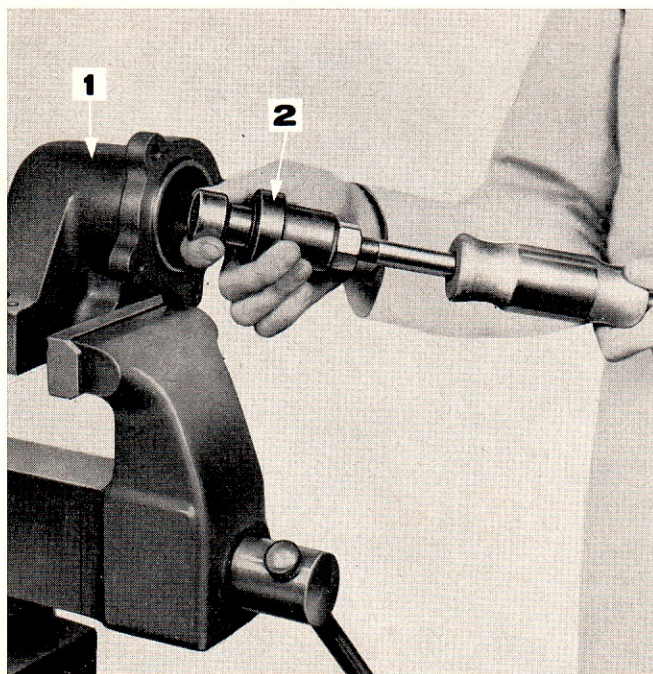

Figure 89: Pose du roulement à aiguilles de l'arbre de pompe
- d. Le roulement neuf étant enduit d'une graisse appropriée, l'enfoncer à petits coups dans le carter avec un maillet mou, un chasoir approprié et un adaptateur No 630-3. On peut également utiliser l'outil de montage No N-881-B avec un marteau à inertie No 943-S (Figure 89).